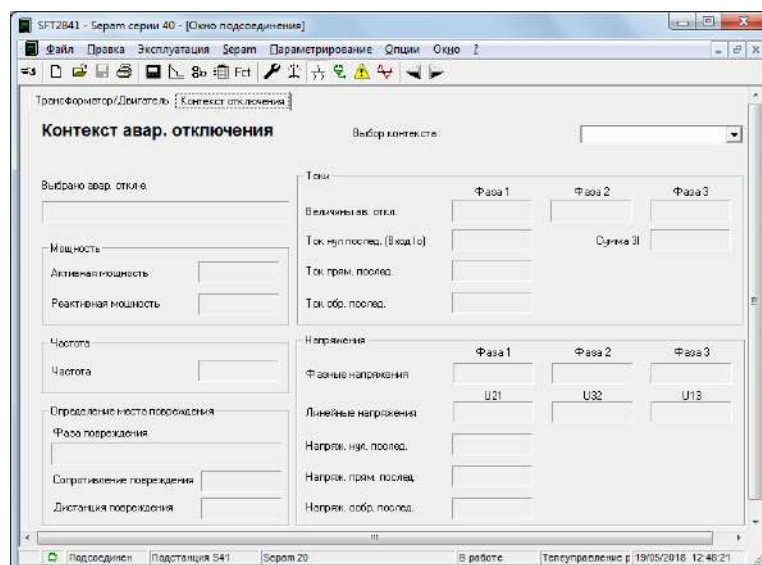

Рисунок 1.15 – Окно «Контекст авар. отключения»
21. Вкладка «Контекст авар. отключения» (рис. 1.15) отображает параметры электрических характеристик в момент возникновения аварийного режима: напряжений и токов по фазам, электрической мощности, частоты, определяет место повреждения по сопротивлению линии.